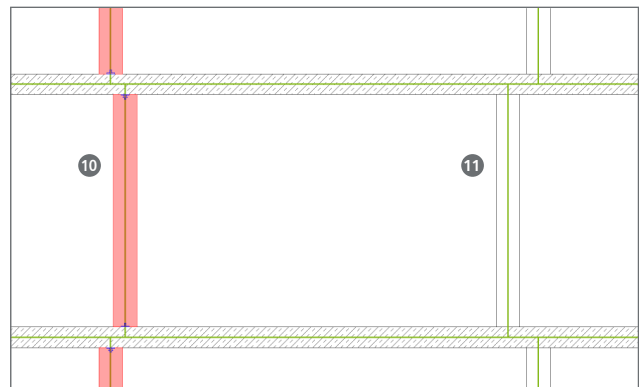

Bild 10. Grenzen der automatischen Anpassung
Ob und wann ein Strukturelement gegenüber dem Basisgeschoss verschoben und ausgerichtet wird, hängt im Wesentlichen von der Größe der Abweichung ab. Um zu entscheiden, ob z.B. eine geometrische Abweichung für Wände in der Projektion zu groß ist, wird die Abmessung des Bauteils aus der Architektur herangezogen. Für die Situation links in Bild 10 ⑩ wird ViCADO die Ausrichtung durchführen, da sich die Bauteile in der Grundrissprojektion überlappen. Auf der rechten Seite (Bild 10 ⑪) hingegen wird ViCADO die Ausrichtung nicht durchführen. Hier gibt es keine Überlappung in der Grundrissprojektion und somit bleibt die Lage der Bauteile erhalten.